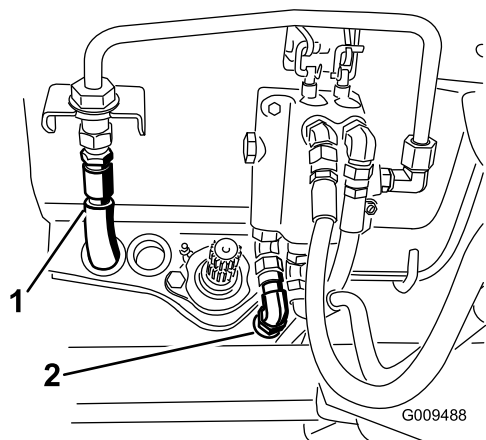

Figura 117
40. Ligue a mangueira da pressão hidráulica à ligação rígida da válvula e a mangueira do depósito à válvula (Figura 117).